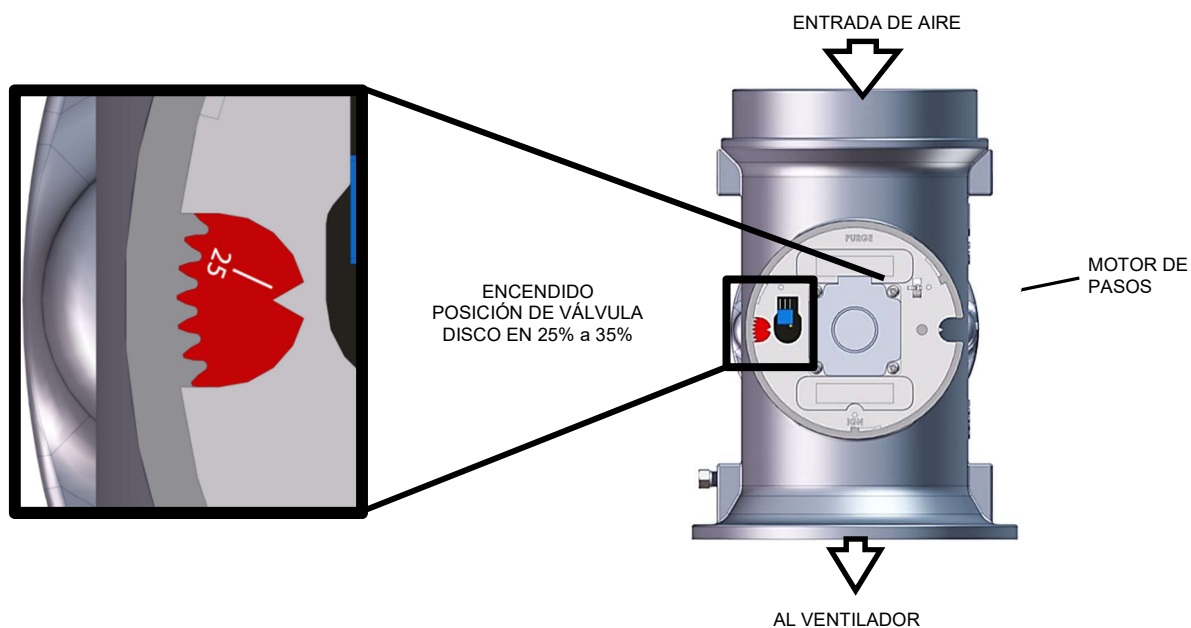

Figura 3-6: Válvula de aire-combustible en posición de Encendido
- La Válvula de Aire-Combustible rota a la posición de flama baja y cierra el interruptor de **encendido**. El disco de la válvula de aire-combustible (Figura 3-6) marcará entre **25** y **35** para indicar que la válvula está en la posición de flama baja.